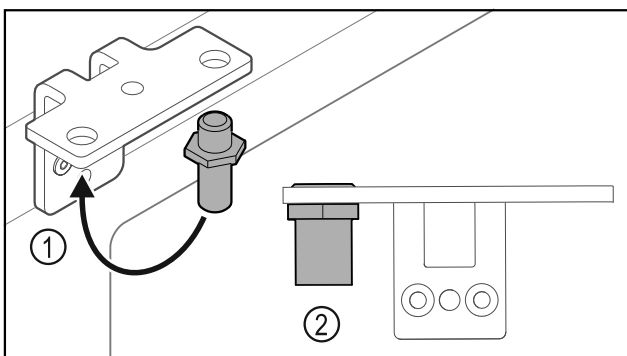

Fig. 13
- ▶ Μεταφέρετε τον πείρο Fig. 13 (1) στη γωνία μεντεσέ.
- ▶ Σφίξτε τον πείρο Fig. 13 (2) με ροπή 12 Nm.